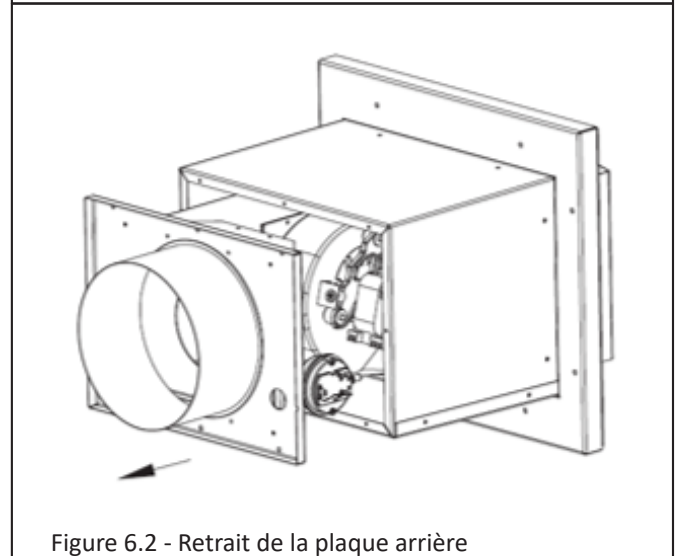

Figure 6.2 - Retrait de la plaque arrière
3. Glissez l'évacuateur pour le sortir par l'arrière du chapeau. Voir la Figure 6.2.